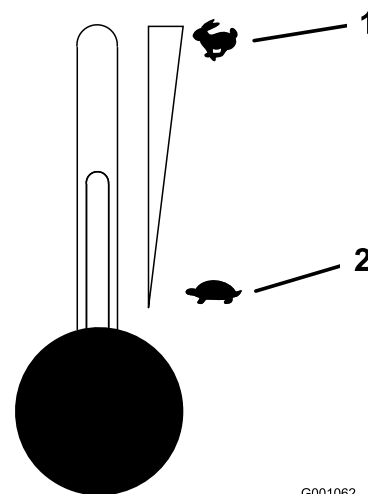

Figura 14
5. Portate la leva dell'acceleratore in posizione centrale (Figura 14).
2. Portate la leva dell'acceleratore al centro tra le posizioni minima e massima (Figura 14).